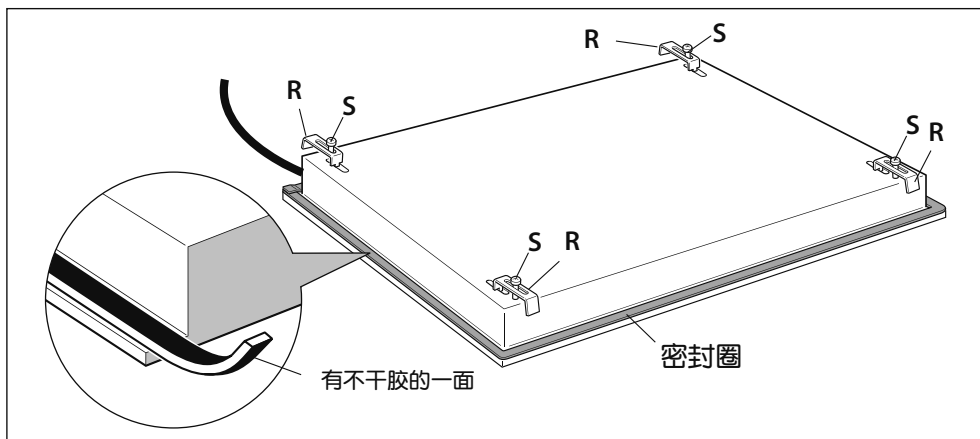

图3 在安装燃气灶之前的准备工作
- 3 用螺丝(S)把前后夹子(R)安装在燃气灶上，如图3所示（不要拧紧螺丝）。